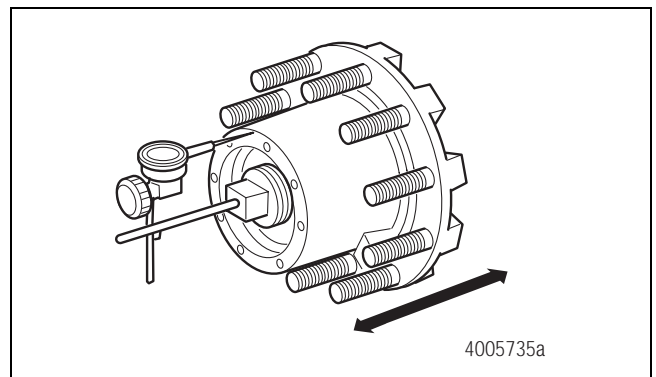

Figura 3.5
- Quite la tapa de la maza o el semieje motriz. Use un recipiente adecuado para captar el lubricante. Fije a la espiga la base magnética del indicador de esfera. Con el vástago del indicador de esfera haga contacto con la superficie de montaje de la tapa de la maza. Figura 3.5.